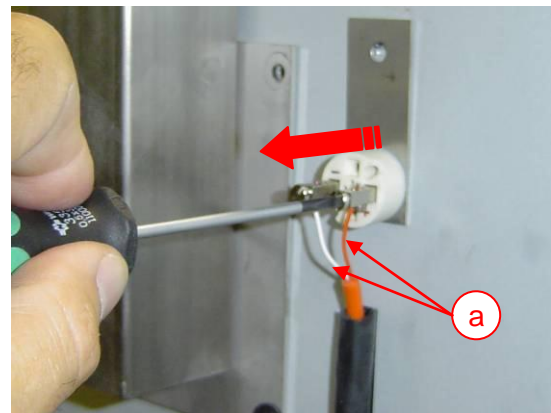
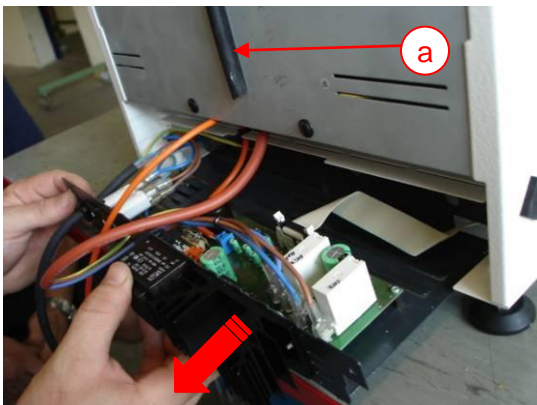

Abb. 21 - Anschluss Ausgleichsleitung
Abb. 24 – Leistungsteil entnehmen
- Kabel der Ausgleichsleitung (Abb. 21 a) lösen.
- Die Ausgleichsleitung am Thermoelement lösen (Abb. 21) und aus dessen Führung (Abb. 24 a) herausziehen.
- Leistungsteil nach hinten aus dem Gehäuse herausziehen (Abb. 24).